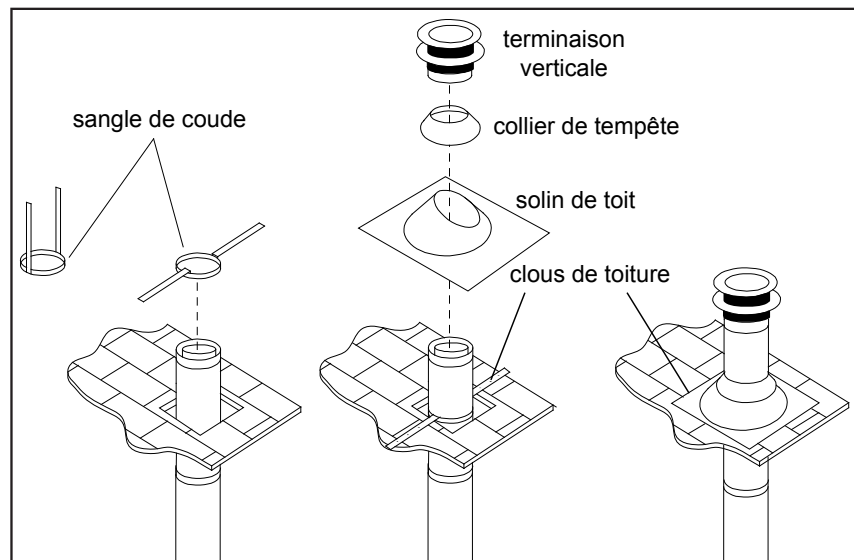

Figure 35. Terminaison d'évent vertical
**ÉTAPE 6.** Une fois que les sections de tuyau ont été jointes et remontent à travers le trou dans le toit, faites glisser une sangle coudée sur les sections exposées, pliez les sangles de support vers l'extérieur et poussez la sangle coudée jusqu'au niveau du toit, comme illustré à la Figure 35. Serrez le collier autour de la section de tuyau. Utilisez un niveau pour vous assurer que le tuyau est vraiment vertical. Avec des clous de toiture, fixez les sangles de support au toit. Sceller les têtes des trous des clous avec du mastic non durcissant. Coupez la longueur excédentaire des sangles de support qui s'étendent au-delà du bord du solin.
**ÉTAPE 9.** Glissez le collier de protection sur le tuyau et poussez-le vers le haut du solin de toit, comme illustré à la figure 35. Utilisez un scellant non durcissant autour du joint entre le tuyau et le collier de protection.